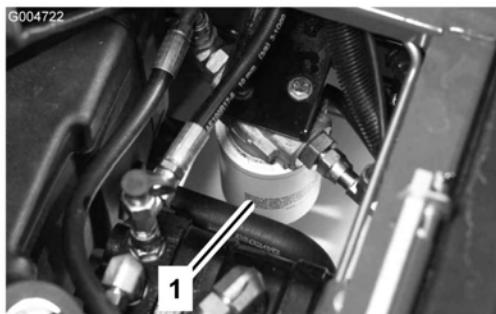

Figura 69
2. Pulite la superficie circostante il filtro. Collocate una bacinella di spurgo sotto il filtro e togliete il filtro (Figura 69).